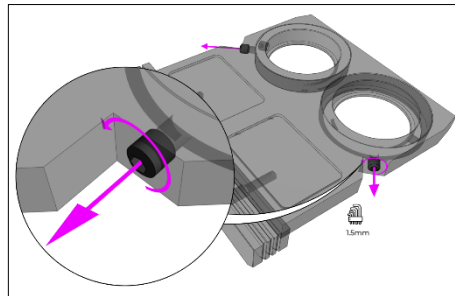

Abbildung 43
2. Lösen Sie die beiden Filterhalteschrauben am Erregungsfilterhalter mit einem 1,5-mm-Inbusschlüssel (Abbildung 43). Die Halteschrauben sollten nicht entfernt werden.